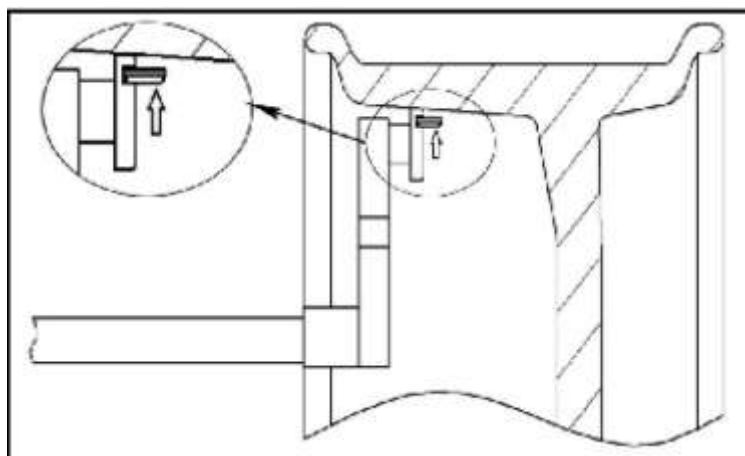
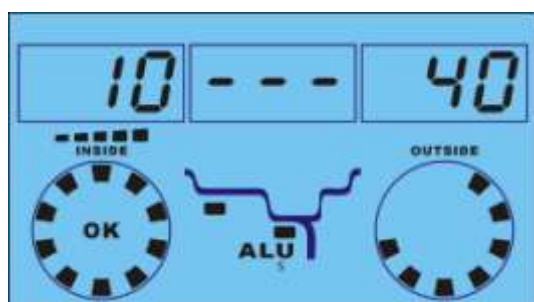
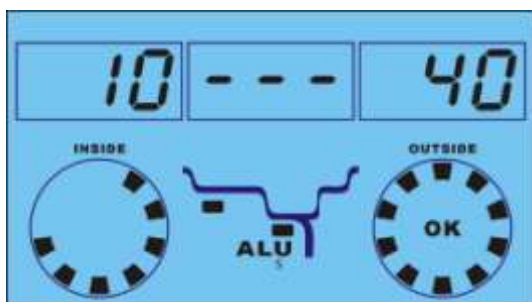
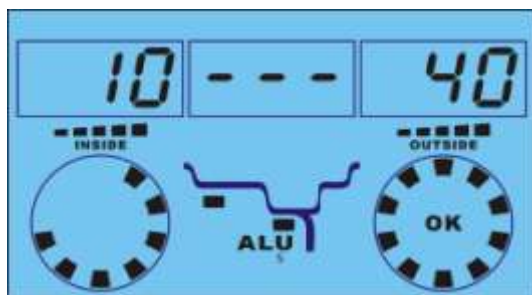

Fig. 26
Fig. 27
Fig. 28
Fig. 29
10.2.1. Otáčejte kolem rukou dokud ukazatel pozice vnitřního nevyvážení nezobrazí OK, jako na obr. **Fig. 25**. Položte závaží na hlavu měřítka jako na obr. **Fig.26**, a vysuňte měřítko do polohy, kdy ukazatel pozice vzdálenosti vnitřního nevyvážení INSIDE zobrazuje všechny dílky. (obr. **Fig.27**), v této poloze nalepte závaží pomocí měřítka.
10.2.2. Otáčejte kolem rukou dokud ukazatel pozice vnějšího nevyvážení nezobrazí OK, jako na obr. **Fig. 28**. Položte závaží na hlavu měřítka jako na obr. **Fig.26**, a vysuňte měřítko do polohy, kdy ukazatel pozice vzdálenosti vnějšího nevyvážení OUTSIDE zobrazuje všechny dílky. (obr. **Fig.29**), v této poloze nalepte závaží pomocí měřítka.